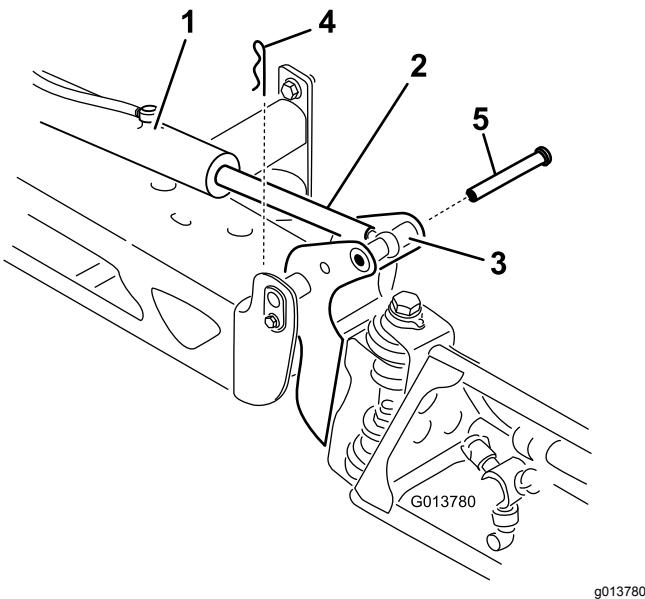

図 13
2. ピボットピンからコッターピンを抜き取る図13。
3. ブームを持ち上げて、ピンを外し図 13、ブームをゆっくりと床面に降ろす。
8. ブームを持ち上げて、ピボットをアクチュエータロッドに整列させる。ブームを支えながら、ブームのピボットとアクチュエータロッドにピンを通す図 13。